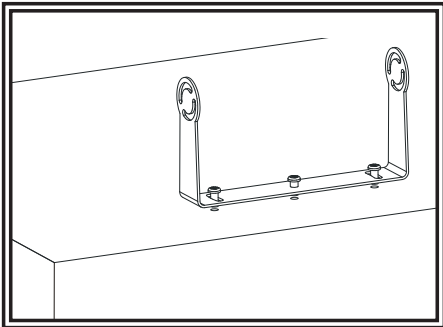

Figure 3
1. Choisissez l'endroit approprié sur le véhicule et fixez l'étrier avec des vis (Figure 3)